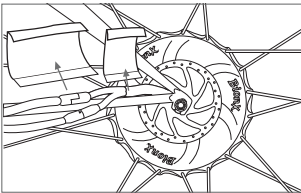

Abb. 1
- Nehmen Sie den Neoprenschutz ab (Abb. 1)